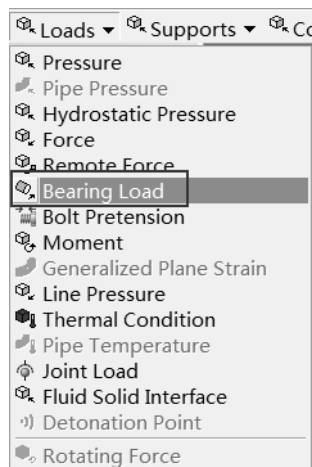

图 5-148 选择轴承载荷
Step5: 选择 Environment (环境) 工具栏中 Loads Bearing Load (轴承载荷) 命令, 如图 5-148 所示。